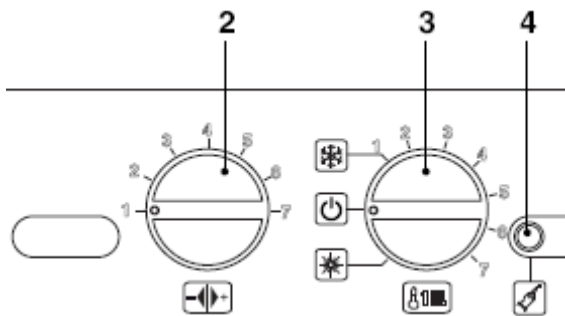

рис. 5.57
• Чтобы выйти из программирования установите переключатель функций 3 как показано на рис. 5.57.